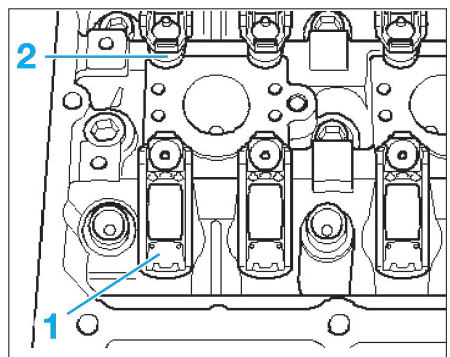

Fig. 69
- Veiller que tous les culbuteurs à galet soient correctement positionnés sur les extrémités des tiges de soupapes (1) et agrafés sur leur élément d'appui respectif (2) (Fig.69).